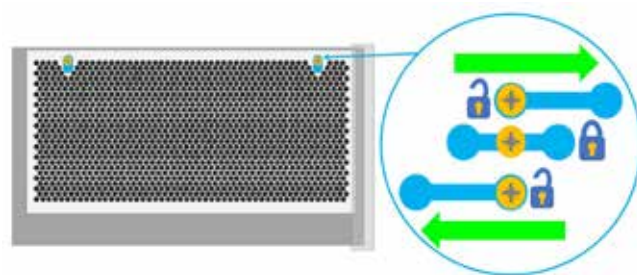

Figura 10 Ranura de fijación del tornillo para hueso de perro
3. Luego, la primera cubierta se puede empujar hacia la derecha para liberarla de la ranura del tornillo (ver figura 10) y luego se puede tirar hacia adelante y levantarla para retirarla. Para cubiertas adicionales instaladas en las unidades 1500 o 2000, afloje los tornillos de fijación y retírelos como con las cubiertas anteriores.